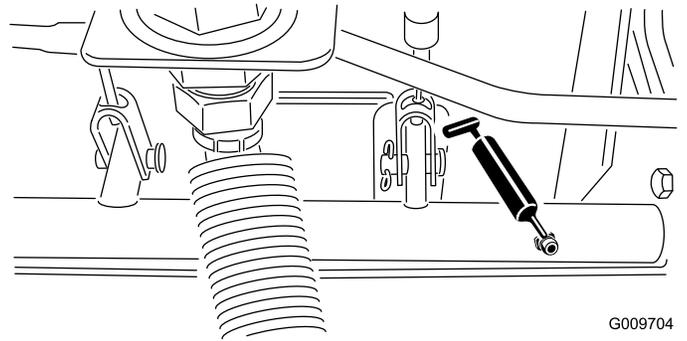

**Figure 78**
- Ouvrez les loquets (Figure 78) du capot et faites pivoter celui-ci pour l'ouvrir.